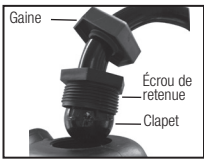

Figure 1
2) Débranchez le bras de raccordement du dessus de l'assemblage de pompe (voir la section couvrant Installer la poignée de pompe). (figure 1).